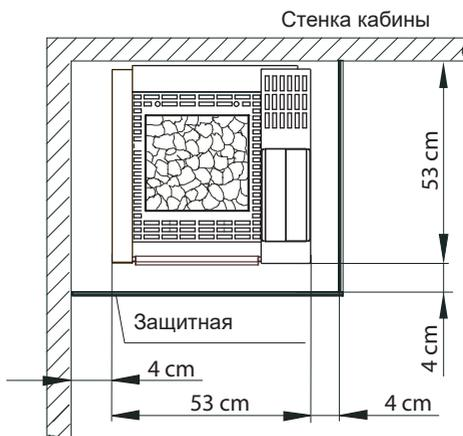

Рис. 1
Рис. 1а
- При установке печи сауны необходимо следить, чтобы вертикальное расстояние между верхним краем печи сауны и крышей сауны составляло не менее 105 см, а горизонтальное расстояние (между боковыми сторонами) между печью и стенкой кабины - не менее 4 см (рис. 1).
Рис. 1с
Рис. 1б
Рис. 1д